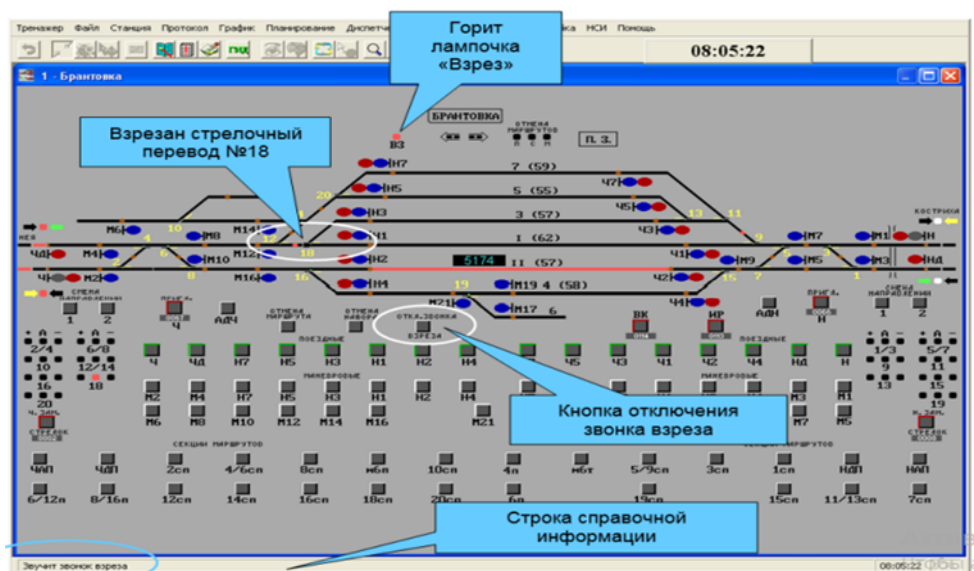

Рис. 33. Отключение звонка «взреза»
2. Выключить звонок «Взрез стрелки». При взрезе стрелочного перевода загорится лампочка «Взрез» красным цветом и в динамиках (звуковых колонках) сработает звонок взреза, о чем будет указано в строке справочной информации (рис.33). Для отключения звонка взреза необходимо нажать кнопку «Отключение звонка взреза».